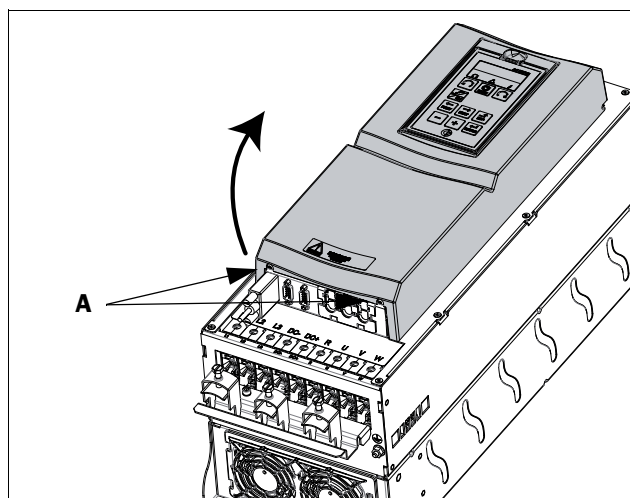

Рис. 29 Снятие передней крышки на корпусе с размером C2–F2 и FA2 (принципиальная схема)
- Ослабьте два винта А (см. Рис. 29) в нижней части крышки на несколько оборотов (нет необходимости извлекать винты полностью).